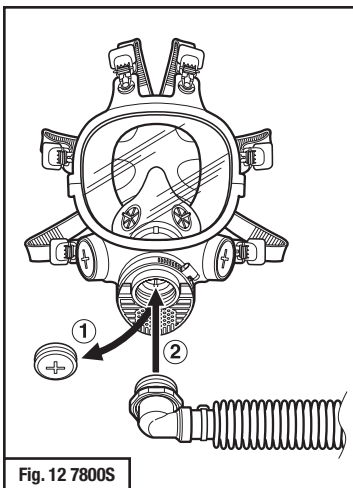

Fig. 12 7800S
- Quite el Tapón 3M™ 7890 del **puerto central** del respirador de pieza facial de cara completa (Fig. 12 y 13).
4. Atornille el adaptador de codo del tubo de respiración GVP-123 en el puerto central de la entrada de la pieza facial del respirador (Fig. 12 y 13).